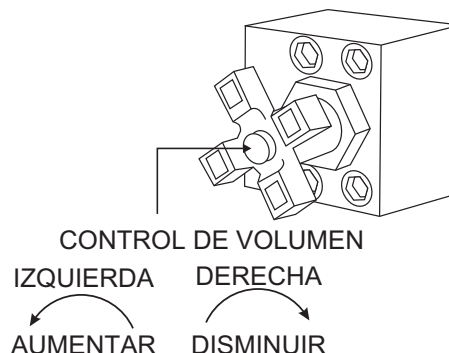

Figura 27. Interruptor de control de volumen
2. Al mantener el **interruptor de control de volumen** (Figura 27) a la derecha se aumenta el volumen del bombeo a aproximadamente 10 emboladas por minuto. Al mantener el interruptor de control de volumen a la izquierda disminuirá el volumen de bombeo.
- Gire el interruptor de control de volumen (Figura 27) a la derecha para aumentar el volumen a aproximadamente 25-30 emboladas por minuto. Ponga el interruptor de control de bombeo en la posición de **"APAGADO"** central. Descargue lentamente el hormigón de la hormigonera en la tolva y llénela completamente.